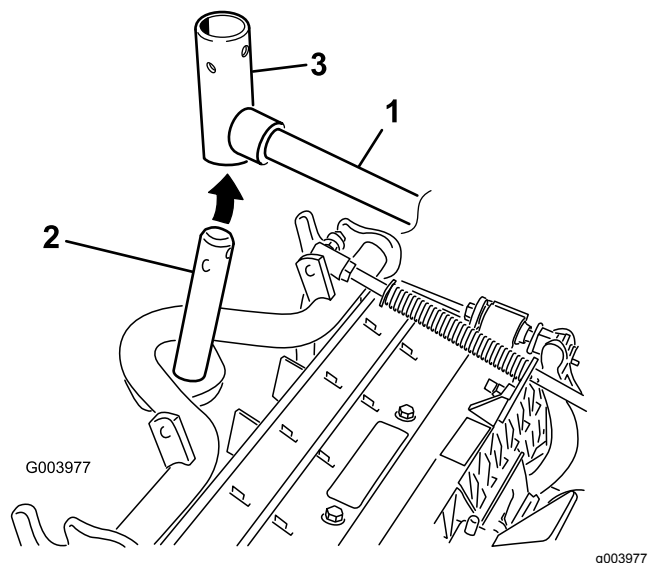

Figura 11
8. Per gli elementi di taglio anteriori, infilate un elemento di taglio sotto il braccio di sollevamento mentre inserite l'albero del telaio portante nella forcella di articolazione del braccio di sollevamento (**Figura 11**).
- B. Inserite la forcella del braccio di sollevamento nell'albero del telaio portante (Figura 11).